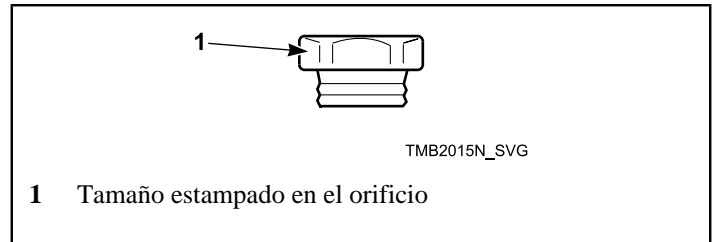

Figura 9 Orificio de quemador
3. Instale los orificios del quemador correctos nuevos. Consulte la *Figura 9 Orificio de quemador* y la *Tabla 1*. Apriete cada uno a 9 – 10 Nm.
4. Vuelva a instalar el conjunto del portador de mechero en la válvula de gas, asegurándose de que los orificios del quemador estén alineados con la abertura del tubo del quemador. Consulte la *Figura 9 Orificio de quemador*.